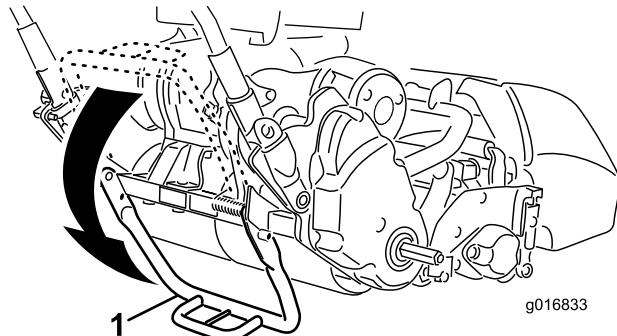

Figura 7
- Con il piede, abbassate il cavalletto **spingendo nel centro** e alzate la stegola centrale inferiore della macchina fino a quando il cavalletto non è ruotato in avanti, sopra il centro (Figura 7).